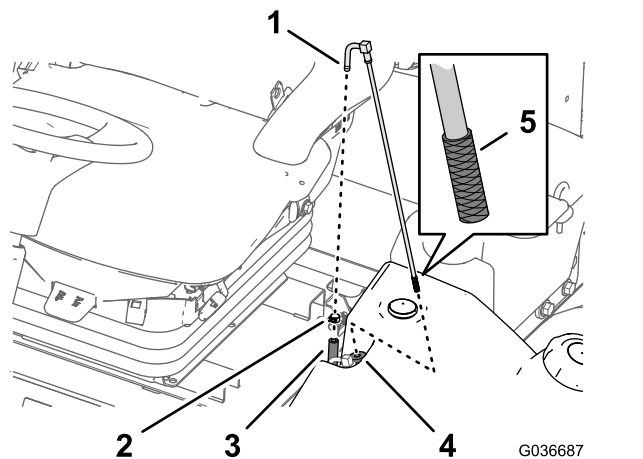

Figura 90
2. Separate il flessibile dal raccordo (Figura 90).
3. Sollevate il tubo di adduzione del carburante dal serbatoio del carburante (Figura 90).
4. Pulite eventuali detriti dalla griglia all'estremità del tubo di adduzione del carburante (Figura 90).
5. Inserite il tubo di adduzione del carburante attraverso la boccia in gomma e nel serbatoio (Figura 90).
1. Rimuovete la fascetta stringitubo che fissa il flessibile di alimentazione del carburante al raccordo del tubo di adduzione del carburante (Figura 90).